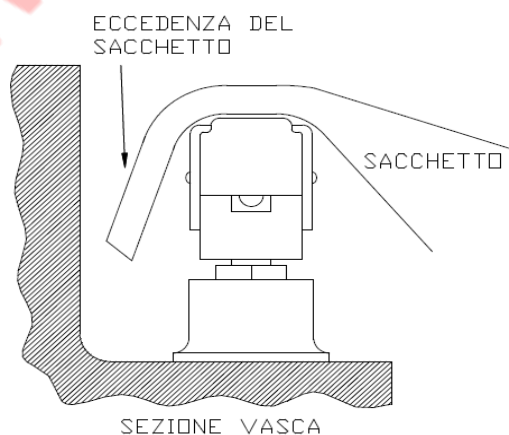

Рис. 6 Корректное расположение пакета.
- Разместить пакет (или несколько пакетов) внутри вакуумной камеры, положив открытую сторону пакета на сварочную планку абсолютно ровно. В случае, если пакет имеет достаточный излишек, обязательно в этом случае размещать край пакета в специальный зазор между сварочной планкой и стенкой камеры (рис.6)